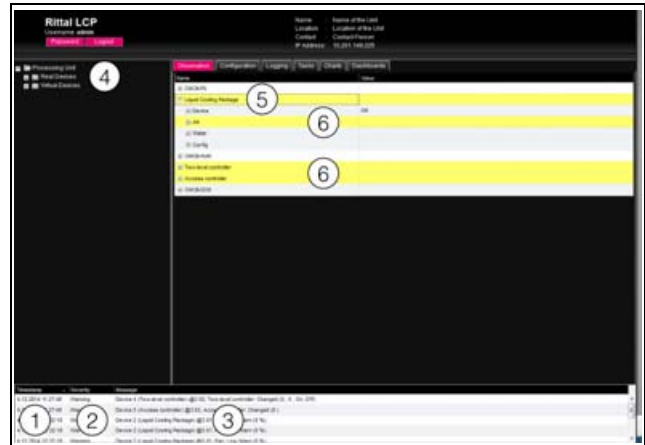

Abb. 95: Aufbau der Meldungsanzeige
1. Timestamp: Datum und Uhrzeit, wann der Fehler aufgetreten ist (Abb. 95, Pos. 1).
2. Severity: Schwere des aufgetretenen Fehlers. Es wird unterschieden zwischen Warnungen („Warning“) und Alarmen („Alarm“) (Abb. 95, Pos. 2).
3. Message: Fehlermeldung im Klartext (Abb. 95, Pos. 3).
- Linker Bereich (Navigationsbereich): Das Symbol vor der Komponente, an der der Fehler aufgetreten ist, wird im Navigationsbereich bei einer Alarmmeldung rot, bei einer Warnmeldung gelb eingefärbt (Abb. 95, Pos. 4).
- Rechter Bereich (Konfigurationsbereich): Auf der Registerkarte **Observation** wird die gesamte Komponente sowie der spezielle Parameter, für den die Warnung bzw. der Alarm anliegt, rot bzw. gelb eingefärbt (Abb. 95, Pos. 5 und 6).